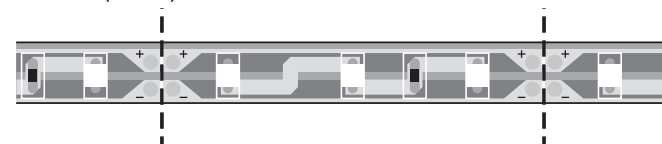
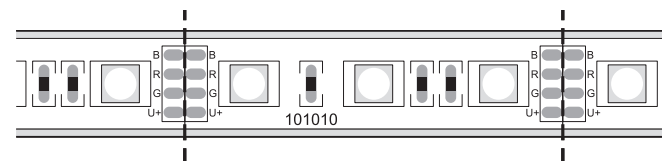

Bild 2
Bild 3
2. LED-Platine, falls erforderlich, kürzen (Bild 2).
1. LED-Platine, falls erforderlich, kürzen (Bild 3).
LED-Platinen können jeweils nach drei LEDs getrennt werden (Bild 2).
1. LED-Platine an der markierten Stelle durchschneiden (Bild 2 einfarbig, Bild 3 RGB).